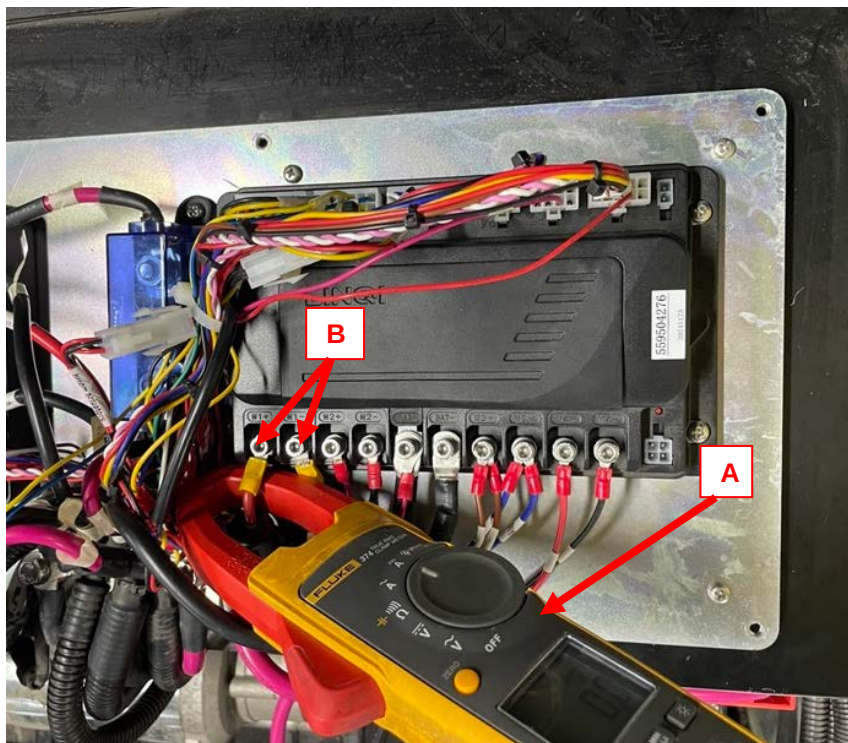

Figura 59
2. Aplique la pinza amperimétrica (A, Figura 59) a uno de los cables del motor del cepillo principal (B, Figura 59).